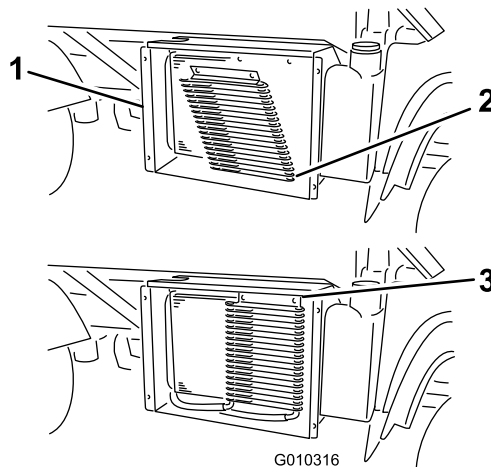

Figura 13
1. Introduzca las pestañas de montaje del enfriador en las ranuras situadas debajo del radiador (Figura 13).
2. Gire el enfriador hacia arriba y sujete la parte superior del mismo con los cierres de 1/4 de giro del radiador (Figura 13).